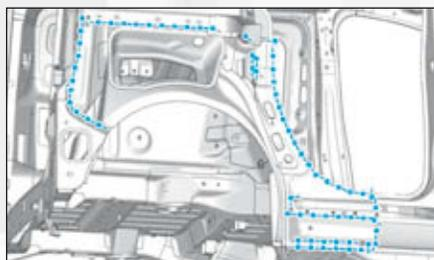
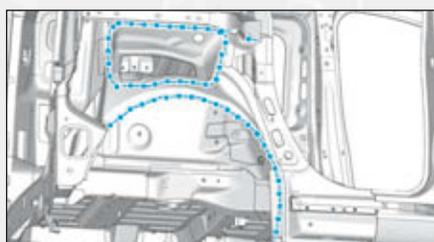

FIG.170
FIG.171
- les zones d'accostage sur la caisse et les protéger par un apprêt soudable indice "C7" (Fig.170) et (Fig.171).